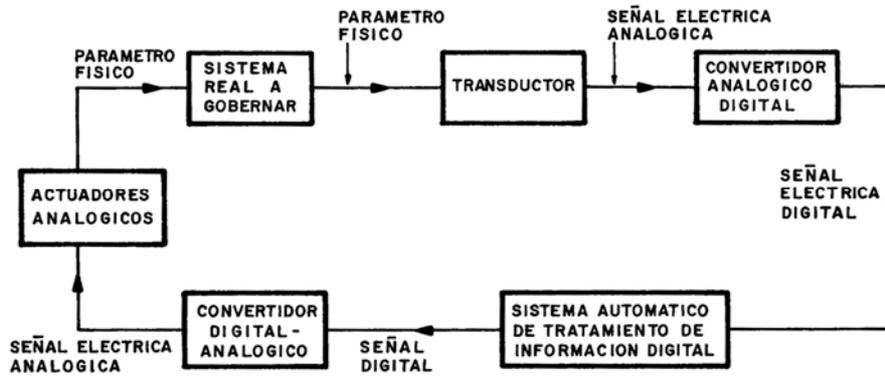
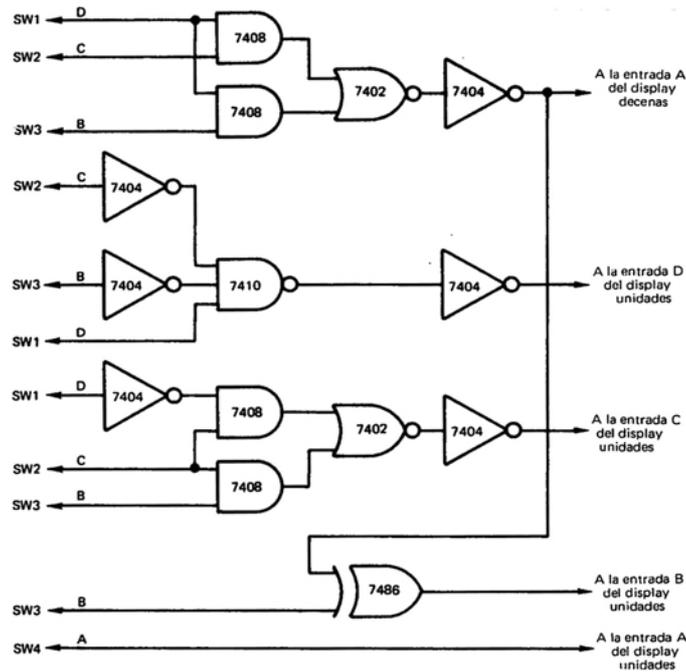

Figura 4
Figura 5
7. Indicar de qué tipo son los esquemas electrónicos de las figuras 4 y 5 (0,3 puntos). Explicar a qué elementos representan los distintos símbolos de la figura 5 y cómo se comportan individualmente, en función de las entradas que reciben. Expresar el símbolo de cada uno de ellos según la norma UNE-EN 60617 (0,7 puntos).
El esquema de la figura 4 corresponde a un diagrama de bloques. El esquema de la figura 5 consiste en un diagrama lógico.